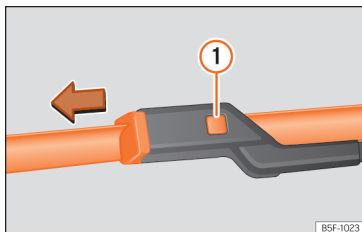

Abb. 51 Scheibenwischerblätter vorne auswechseln.
- Entriegelungstaste » **Abb. 51** ❶ gedrückt halten und gleichzeitig das Scheibenwischerblatt in Pfeilrichtung abziehen.